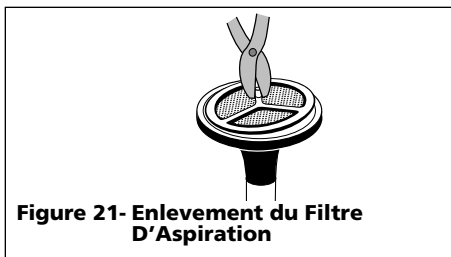

Figure 21- Enlèvement du Filtre D'Aspiration
6. Pendant la circulation du fluide, essuyer L'Assemblage D'Aspiration et le Tube De Dérivation avec un torchon et enlever le Filtre D'Aspiration avec des pinces (Voir Figure 21). Essuyer l'intérieur du Carter De Filtre avec un torchon. Nettoyer le Filtre D'Aspiration dans un autre récipient de fluide et l'installer à nouveau dans le Carter du Filtre D'Aspiration.